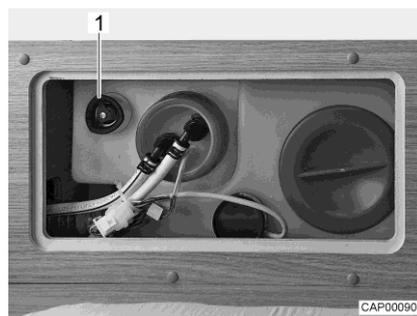

Bild 69 Wassertank mit Drehgriff
- Auf dem Wassertank den Drehgriff (Bild 69,1) im Uhrzeigersinn bis zum Anschlag drehen.
- Auf dem Wassertank den Drehgriff (Bild 69,1) entgegen dem Uhrzeigersinn bis zum Widerstand drehen. Das Wasser läuft bis auf ca. 20 Liter aus.